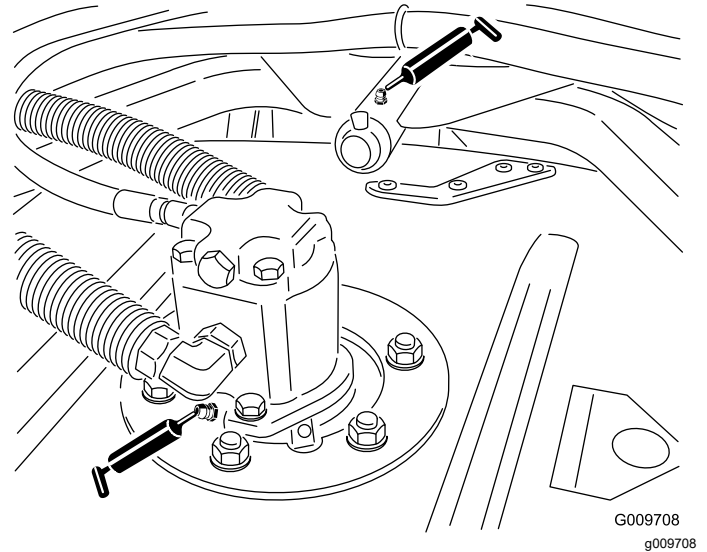

Figura 54
- Cojinetes del eje de la unidad de corte (2 por unidad de corte) tal y como se muestra en la Figura 54
- Cojinetes de los brazos de tiro de las unidades de corte (1 por unidad de corte) tal y como se muestra en la Figura 54